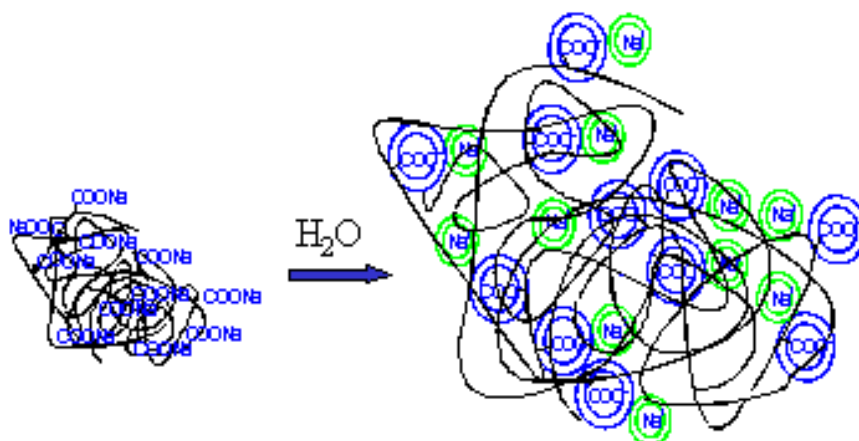

Рис. 27. Набухание макромолекулы ВМС
*Набухание* – процесс проникновения молекул низкомолекулярного соединения в свободные пространства между макромолекулами, при этом увеличивается объём и масса ВМС (рис. 27).